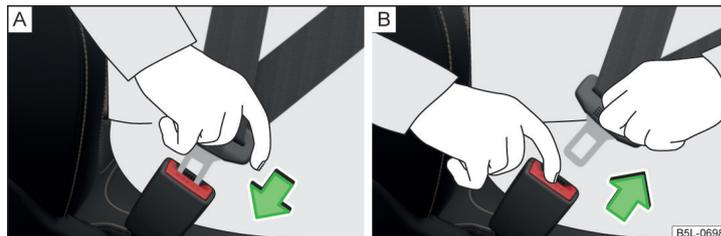

Fig. 5 Bouclage/débouclage des ceintures de sécurité
- Engagez la languette dans la boucle du siège correspondant » fig. 5 – A) jusqu'à ce qu'elle s'enclenche de façon audible.
- Appuyez sur la touche rouge de la boucle » fig. 5 – B), la languette est éjectée.